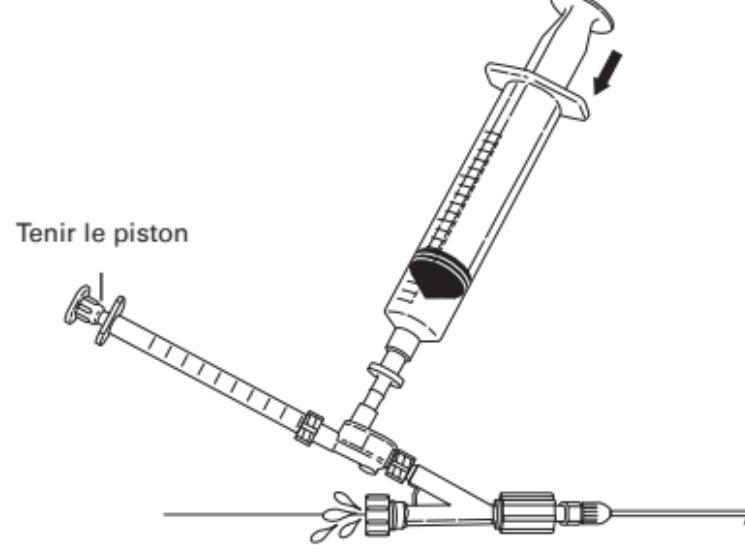

Fig. 6
8. Purger le système de toute bulle d'air restante en appuyant lentement sur le piston de la seringue de 20 ml tout en maintenant la seringue de 1 ml fixe afin d'évacuer toutes les bulles d'air éventuelles. Une fois le système purgé, serrer la valve Tuohy-Borst sur l'obturateur terminal. (Fig. 6)